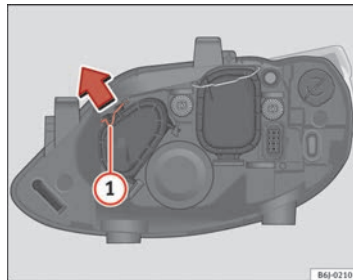

Abb. 148 Standlicht
- Verschieben Sie die Strebe **①** in Pfeilrichtung und nehmen Sie den Deckel ab ⇒ **Abb. 148**.